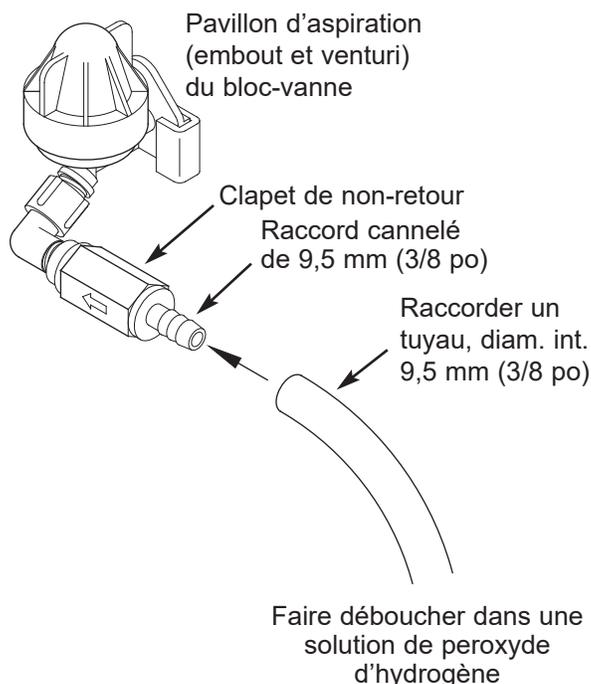

FIG. 15
3. Branchez une longueur de tuyau, diam. int. 9,5 mm (3/8 po), sur le raccord cannelé du clapet de non-retour (cf. Figure 15).
5. **Lancez une régénération** : À partir d'un écran d'état dynamique, appuyez sur le sélecteur (O) pour afficher le **Menu principal**. Vérifiez que **Régénération** est mis en encadré, puis appuyez sur le sélecteur (O). Appuyez sur BAS (▼) pour passer à **Régénérer maintenant**, puis deux fois sur (O) : vous devriez entendre le démarrage du moteur du bloc-vanne (début de la régénération et du contre-lavage, qui dure 15 à 17 minutes). L'unité passe ensuite au cycle d'aération : elle aspire le peroxyde d'hydrogène et le refoule dans le déferriseur où il traverse les zéolites filtrants, les nettoie et les désinfecte.